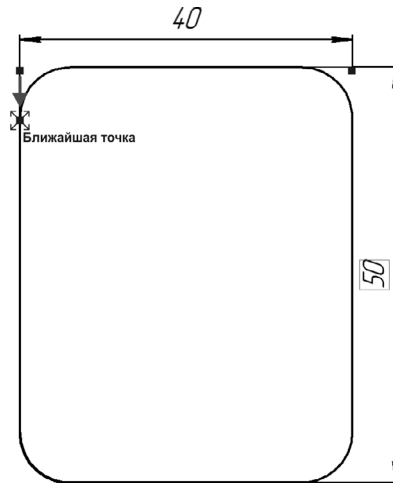

Рис. 62.48.
7. «Захватите» мышью точку привязки левой выносной линии и перетащите ее в конечную точку дуги. После срабатывания привязки **Ближайшая точка** отпустите кнопку мыши (рис. 62.48).